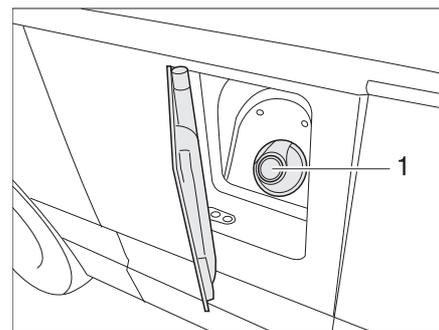

Bild 29 Verschlussdeckel für Kraftstoff-Einfüllstutzen
- Den Verschlussdeckel (Bild 29,1) abnehmen.
- Den Verschlussdeckel (Bild 29,1) auf den Kraftstoff-Einfüllstutzen setzen.
- Prüfen, ob der Verschlussdeckel (Bild 29,1) fest auf dem Kraftstoff-Einfüllstutzen sitzt.